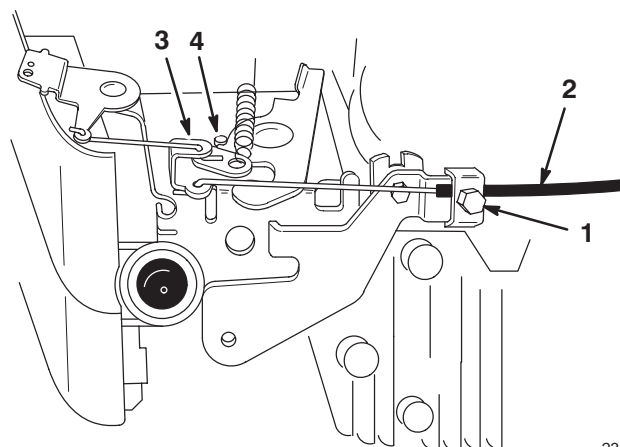

Abbildung 20
2. Schrauben (2)
3. Die Kabelklemmschraube soweit lösen, daß der Gaszug rutscht (Abb. 20).
5. Den Gaszug bewegen, bis der Gashebel den Anschlag berührt (Abb. 20).
7. Die Motorabdeckung mit (2) Schrauben wieder anbringen. Die Schrauben auf 8-10 in.-lbs. (0.9-1.1 N·m)